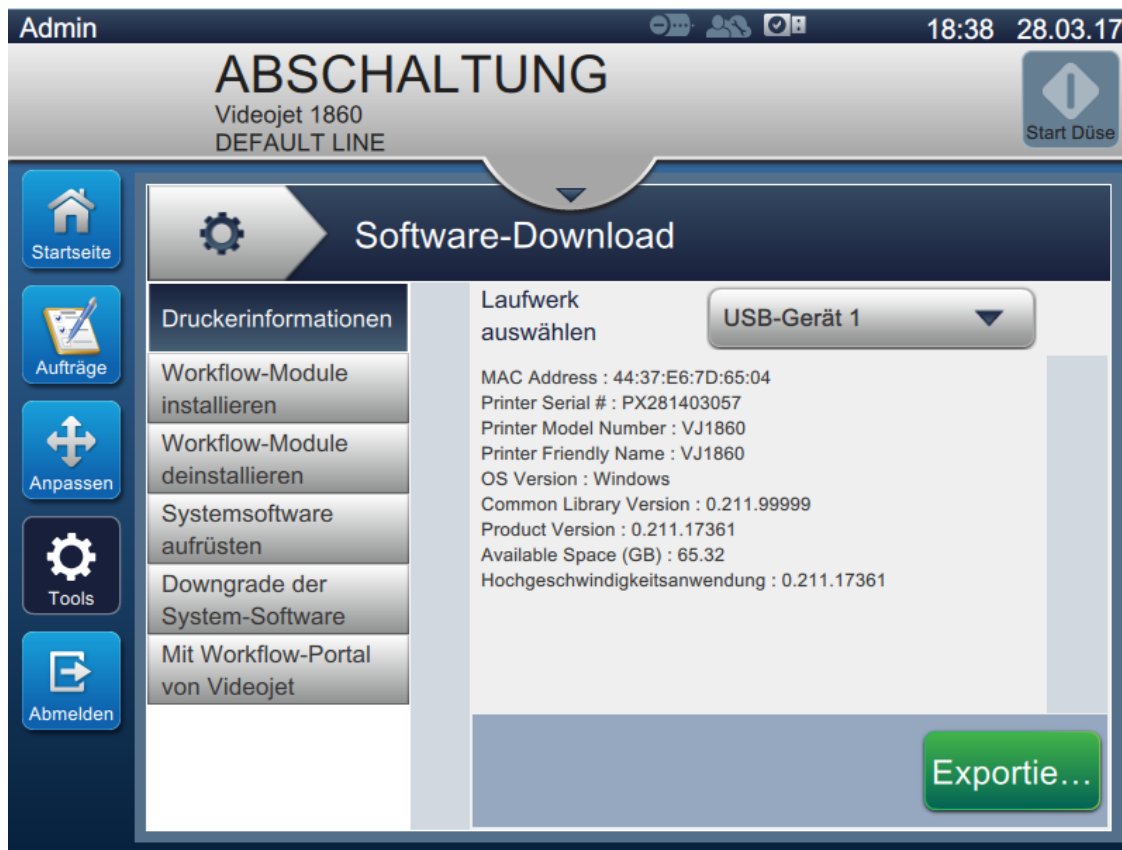

Abbildung 6-21: Bildschirm „Software-Download“
1. Berühren Sie die  Schaltfläche auf dem Bildschirm „Werkzeuge“. Der Bildschirm „Software-Download“ erscheint, wie dargestellt in Abbildung 6-21.